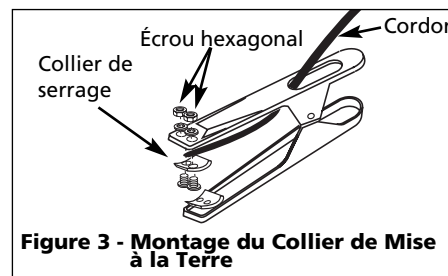

Figure 3 - Montage du Collier de Mise à la Terre
2. Insérer le cordon par la poignée de pince et glisser le fil nu sous le bloc de fixation. Resserrer les écrous hexagonaux en vous assurant que les fils nus soient bien pincés (Figure 3).